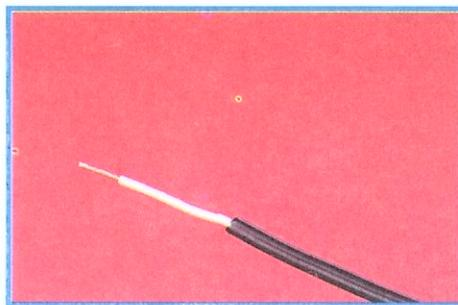

Figura 4 - Cabo isolado.
**Cabos isolados:** o termo genérico cabo isolado indica, mais precisamente, um cabo composto por uma ou mais "veias", e, caso houverem, o envoltório individual de cada veia (capa plástica, por exemplo), o envoltório do conjunto das veias (capa plástica) e o envoltório (ou envoltórios) de proteção do cabo (cobertura), conforme exemplificado na figura 4.